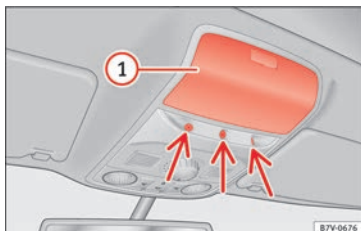

Fig. 48 En la consola del techo: sensores de vigilancia del habitáculo.
Cierre el compartimento portaobjetos » **fig. 48** ① de la consola del techo, pues de lo contrario no se garantiza la función de vigilancia del habitáculo (flecha) sin restricciones.